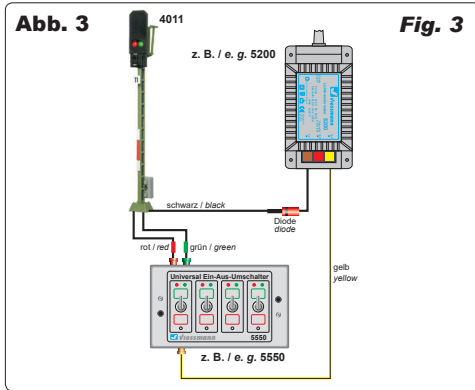

Fig. 3
- Direkt per Schalter an einen Modellbahntrafo (Abb. 3).
- Via switch directly to a transformer (fig. 3).